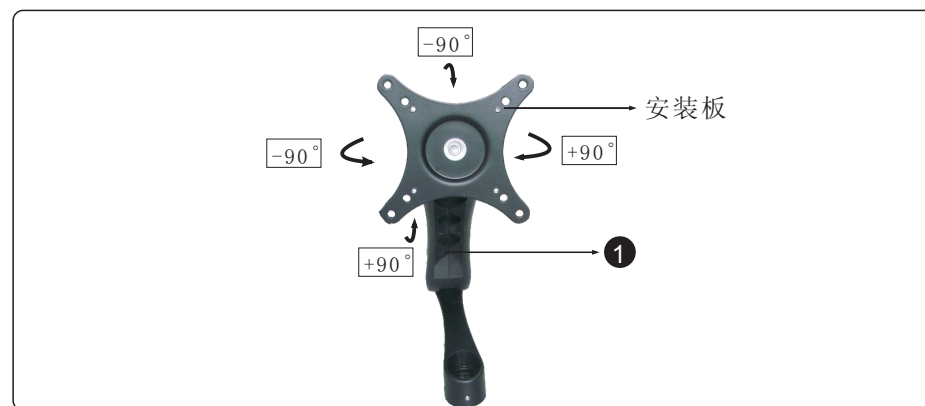

图: 2-1
- 请确保支架在用手扳动时能够容易旋转和倾斜（如图2-1）。如果需要调整的话请在下一下步骤之前调整完毕。